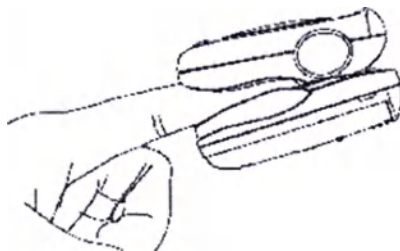

Рис.2.
2. Раскрыть зажим пульсоксиметра, затем вставить палец в резиновое отверстие ногтем вверх, опустить зажим. (см. Рис.2).